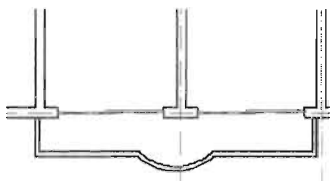

图 5-171
(8) 单击“修改”工具栏的“修剪”按钮，将图形修剪成如图 5-171 所示的样子，这个阳台就绘制好了。